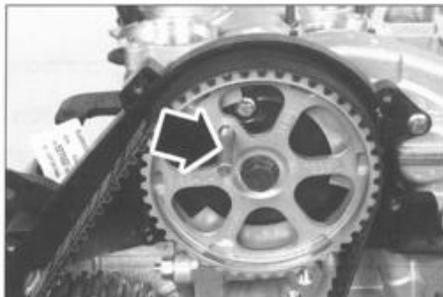
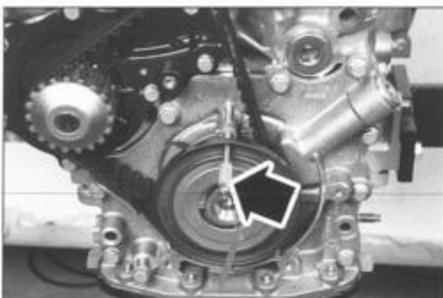

FIG. 9
FIG. 10
- Calar la rueda dentada de eje de levas con un útil apropiado o el útil Ford 303-735 \varnothing 8 mm (fig. 9).
- Calar la rueda dentada de cigüeñal con un útil apropiado o el útil Ford 303-732 \varnothing 5 mm (fig. 10).
- Desmontar los pasadores (fig. 9) y (fig. 10).
- Montar los pasadores (fig. 9) y (fig. 10).